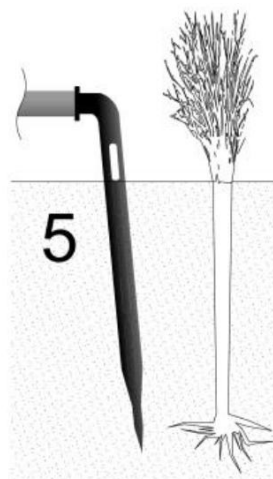

Рис.5
- Установите капельницы (5) вблизи растений, как показано на рис.5.